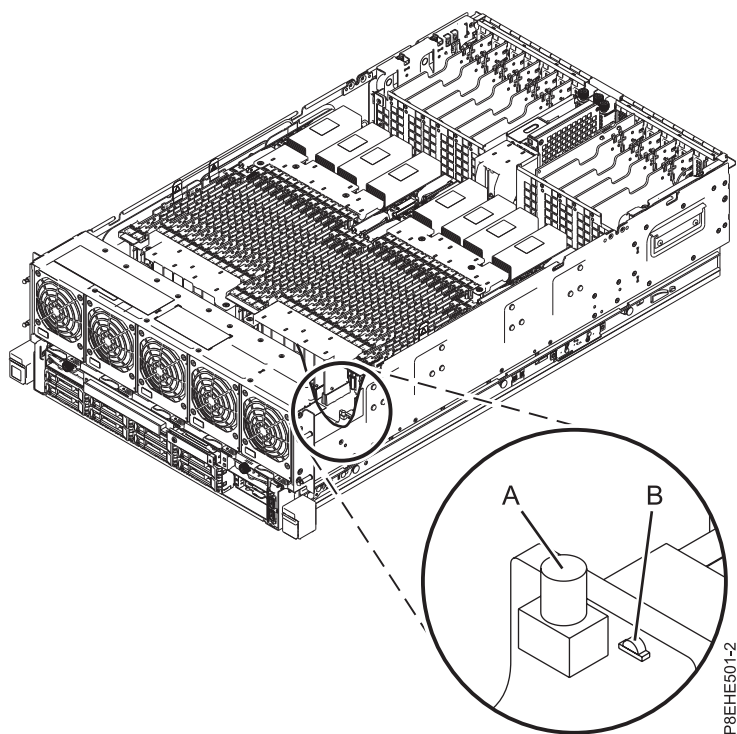

Figura 8. Activació del LED d'identificació
2. Premeu el botó **(A)** de la placa posterior del sistema, tal com es mostra a la Figura 8 a la pàgina 14, per activar el LED d'identificació. Verifiqueu que el LED **(B)** estigui encès, indica que hi ha prou alimentació al LED d'identificació. Si el LED **(B)** no està encès, feu servir el codi d'ubicació per trobar la ubicació física utilitzant l'etiqueta de servei.